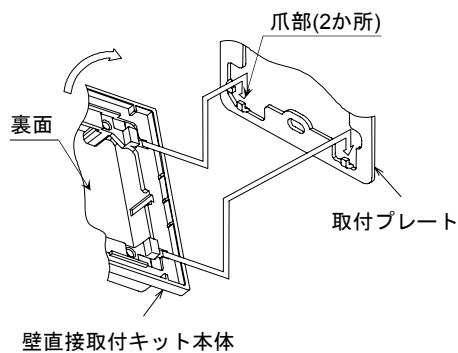

図11 壁直接取付キット本体の取付
- (1) 取付プレートを壁内のボックスカバー(JIS C8340:1999アウトレットボックス用取付寸法66.7mm)に取り付けます。
- (2) 取付プレートに壁直接取付キット本体を取り付けます。(図11参照)
- (1) 取付プレートを配管接続形サーモプレートに取り付けます。